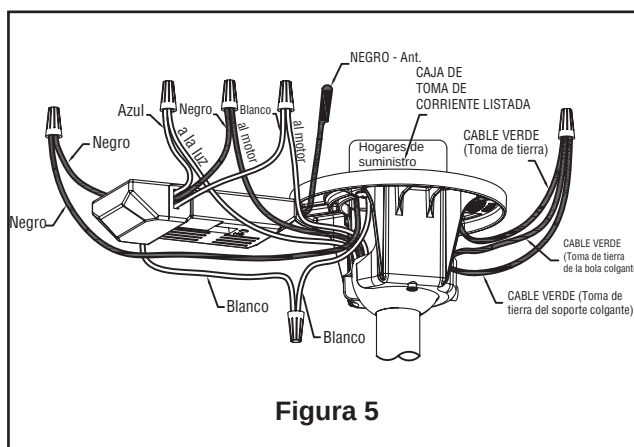

Figura 5
5. Vuelva a colocar la semiesfera en el barral como se indica a continuación. Pase los tres cables de 2.03 m (80") a través de la semiesfera. Pase el pasador a través de los dos orificios en el barral y alinee la semiesfera de modo que el pasador quede atrapado en la ranura de la parte superior de la misma. Empuje la semiesfera hacia arriba, bien ajustada contra el pasador. Ajuste firmemente el tornillo de fijación en la semiesfera. Si el tornillo de fijación está flojo, podría provocar oscilación del ventilador. (Figura 5)
- ☐ 4. Conecte los cables verdes desde el soporte colgante y la bola colgante en el cable desnudo (toma de tierra) utilizando el conector de cables suministrado. Conecte el cable negro desde la unidad del receptor marcado "AC IN L" al cable negro de suministro de electricidad utilizando el conector de cables suministrado. Conecte el cable blanco desde la unidad del receptor marcado "AC IN N" al cable blanco de suministro de electricidad utilizando el conector de cables suministrado. Conecte el cable blanco desde la unidad del receptor marcado "TO MOTOR N" al cable blanco del ventilador utilizando el conector de cables suministrado con el receptor. Conecte el cable blanco desde la unidad del receptor marcado "TO MOTOR L" al cable blanco del ventilador utilizando el conector de cables suministrado con el receptor. Por último, conecte el cable azul del receptor al cable azul de la luz del ventilador utilizando el conector de cables suministrado. Coloque todos los cables conectados y la antena del receptor para permitir la instalación de la cubierta del techo. (Figura 5)
- ☐ 5. Instale el conector de 2 clavijas desde la placa de conexión a la unidad del motor. (Figura 5)